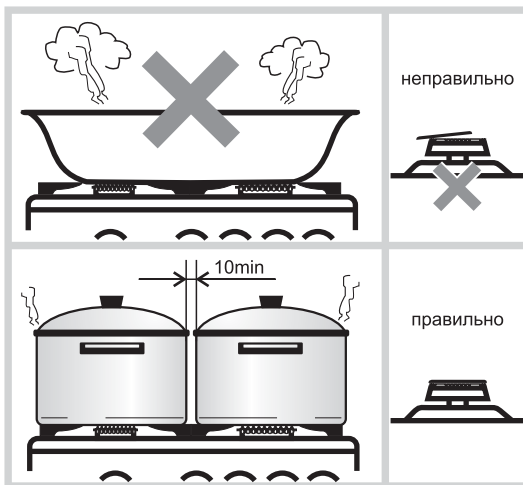

Рис.11
- Размеры посуды (см. табл.5 и рис.11) и режим работы горелок нужно выбирать таким образом, чтобы пламя не выходило за края и не «лизало» боковые стенки.